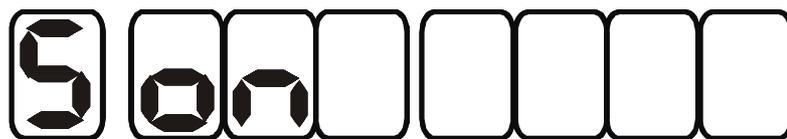

Рис.20. Вид индикатора, когда звуковая сигнализация включена.
**6.3.7. Режим включения/выключения звуковой сигнализации.** Находясь в рабочем режиме, нажмите кнопку “Режим” шесть раз. Прибор перейдет в режим **включения/выключения звуковой сигнализации**. На индикаторе отобразится надпись (Рис. 20):